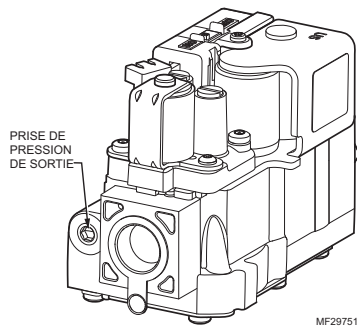
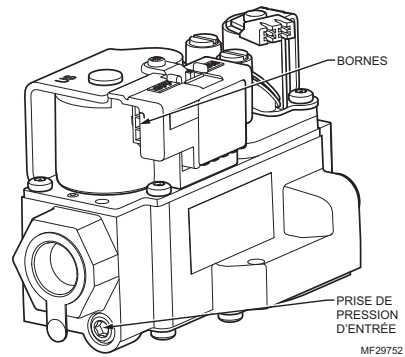

Fig. 3. Nécessaire de conversion de gaz : sortie.
Fig. 4. Nécessaire de conversion de gaz : entrée.
4. Lorsque le brûleur principal fonctionne sur combustion élevée, effectuer l'étalonnage du régulateur en chronométrant le compteur à gaz ou en utilisant un manomètre connecté à la prise de pression du sortie du régulateur. Voir la Fig. 3.
6. Lorsque le brûleur principal fonctionne sur combustion basse, effectuer l'étalonnage du régulateur en chronométrant le compteur à gaz ou en connectant un manomètre à la prise de pression du sortie du régulateur. Voir la Fig. 3.
- c. Avec un tournevis, tourner la vis de réglage interne de pression basse (LO) dans le sens des aiguilles d'une montre pour l'augmenter ou dans le sens contraire des aiguilles d'une montre pour réduire la pression de gaz au brûleur.
8. Si la pression de sortie ou le débit désirés ne peuvent pas être obtenus en réglant le régulateur à gaz, vérifier la pression d'entrée du régulateur à l'aide d'un manomètre au niveau de la prise de pression d'entrée sur le régulateur à gaz. Voir la Fig. 4. Si la pression d'entrée est dans la plage nominale (voir le Tableau 1), remplacer le régulateur à gaz. Autrement, effectuer les étapes nécessaires pour assurer une pression adéquate.